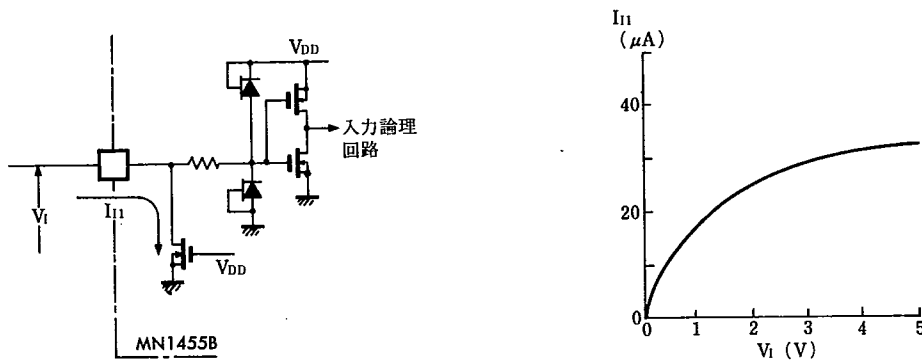

Fig. 2 プルダウン抵抗付入力回路および入力電流 (Fig. 4 参照)
停電時には、電源をバッテリーバックアップして、発振周波数を 4MHz から 32kHz に切り換え、低速でマイクロコンピュータを動作させて、このときの消費電流を低減させます。命令実行スピードは、32kHz の 1/5 分周が 1 マシンサイクルですから 156μs となります。周波数切換時のタイミング関係を図 2 に示します。ただし、これはあくまでも模式的なものであり、精密なタイミングチャートではありません。
*2) Fig. 2参照